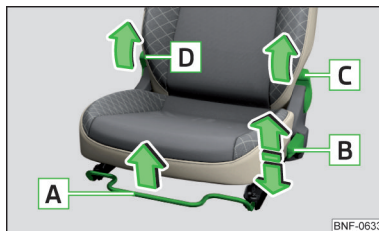

Fig. 50
Scaunele se reglează trăgând, respectiv apăsând elementele respective de comandă în sensul săgeților » fig. 50.
- Trageți maneta **D** » fig. 50 și rabatați spre înainte spătarul scaunului.